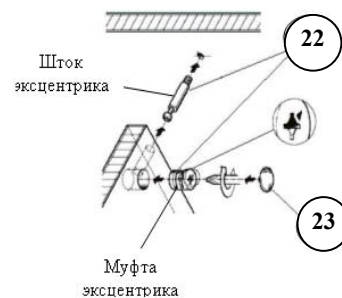

Рис.4 Установка эксцентриковой стяжки
1. Установить муфты эксцентриков (22) и шканты (31) в подходящие отверстия на боковинах ящиков (14,15). Вкрутить шток эксцентрика (22) в фасады ящиков (12) (рисунок 4,5).
2. Собрать корпус ящика по рисунку 5 при помощи винтов-конфирматов (20) и эксцентриковых стяжек (22).
3. Выверить прямоугольность корпуса ящика (равные диагонали). Дно ящика (7) завести в паз на фасаде (12), закрепить саморезами 3x20 (24) к задней панели (13) и боковинам ящика (14,15).
4. На боковины ящиков (14,15) установить съемную часть направляющих (27) и закрепить их саморезами 3,5x12 (29).
5. Установить ручки (26) на фасады ящиков(12).